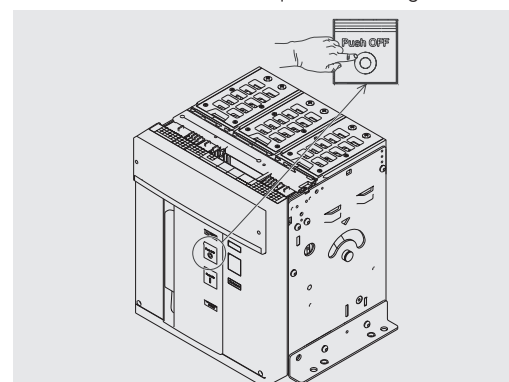

Figure 75
6. Fermeture - Appuyer sur le bouton d'ouverture "O - Push OFF" comme indiqué dans la Figure 75.